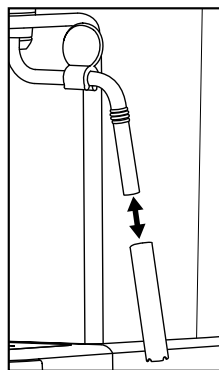

Figura 1
- 5) Retire a capa do espumador de leite **10** (figura 1) e limpe-a cuidadosamente com água quente.
- 7) Coloque novamente a capa sobre o bocal (figura 1).